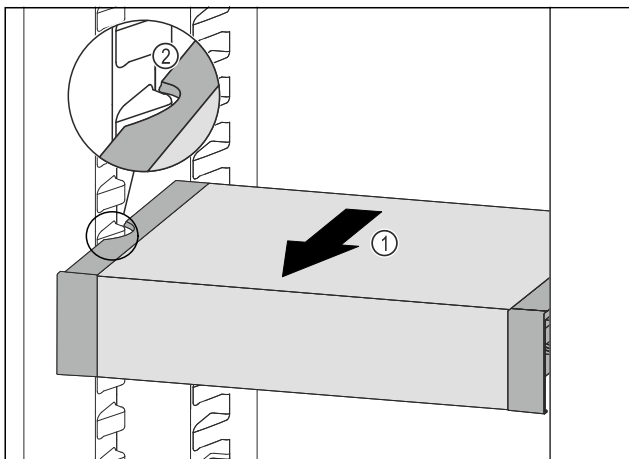

Fig. 96
▶ Потягнути VarioSafe вперед Fig. 96 (1), поки бокові заглиблення VarioSafe не опиняться на рівні ребра для ємності в охолоджувальному відділенні. Fig. 96 (2)